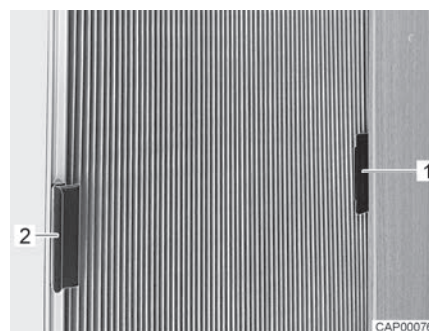

Fig. 12 Estor plegable para la luna lateral (cerrada)
- Insertar el asidero (Fig. 12,1) del respectivo estor plegable en la pieza sobrepuesta (Fig. 12,2). De este modo, el estor plegable estará retenido de tal manera que no podrá cerrarse.